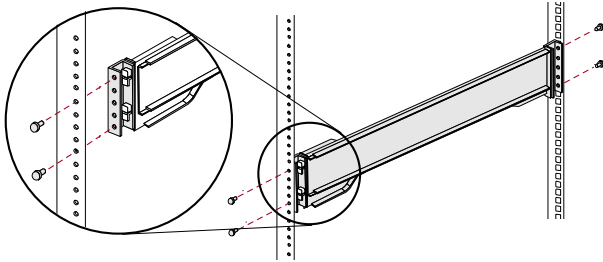

Figure 8. Utilisation des adaptateurs
- Face à l'avant du rack, placez le **rail gauche** sur le rack, en prenant soin d'aligner les trous de l'adaptateur avec les trous **avant** gauches du rack utilisé (Figure 8 sur la page 3).